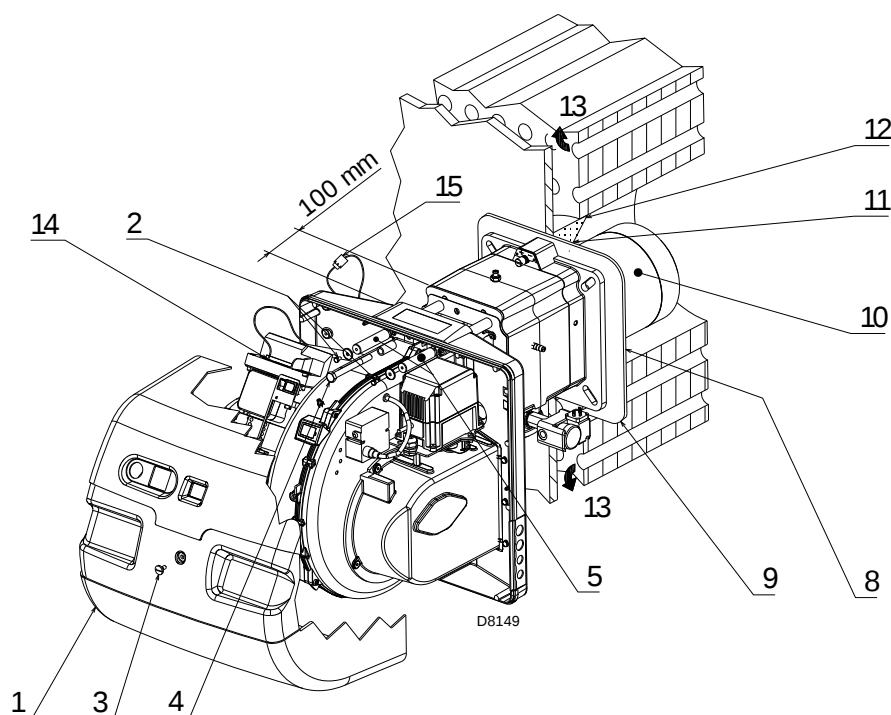
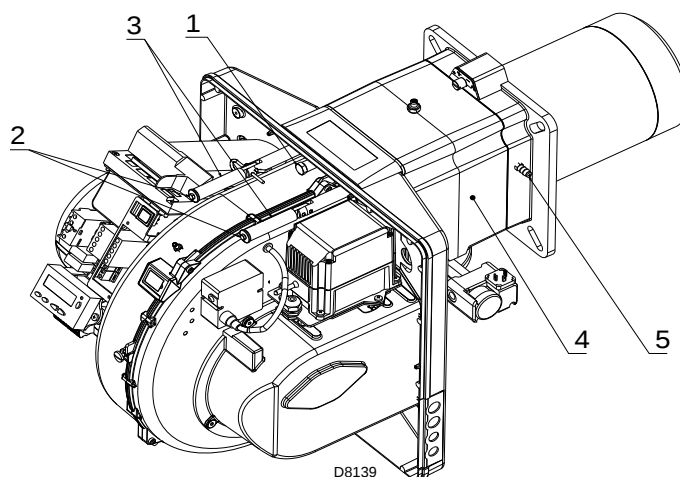

Abb. 13
Abb. 18
Bei Kesseln mit vorderem Rauchumlauf 13)(Abb. 13) eine Schutzabdeckung aus hitzebeständigem Material 11) zwischen der Schamotte des Kessels 12) und dem Flammrohr 10) schaffen. Diese Schutzschicht muss so angelegt sein, dass das Brennerrohr ausbaubar ist.
Dann den Flammkopf vom übrigen Teil des Brenners trennen (Abb. 13). Dazu ist wie folgt vorzugehen:
- den Brenner etwa 100 mm von der Muffe 4) wieder an den Führungen 3) (Abb. 18) montieren - der Brenner muss sich in der auf Abb. 13 a pag. 19 gezeigten Position befinden.
- Das Kabel des Fühlers und der Elektrode einsetzen und den Brenner dann bis zur Muffe verschieben, so dass er sich in der auf Abb. 18 gezeigten Position befindet.